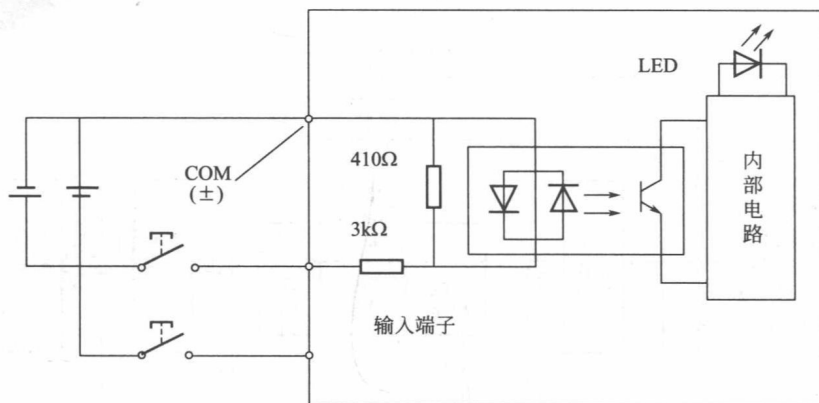
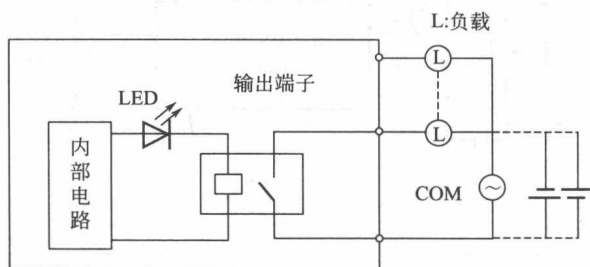

图 1-1-2 PLC 的输入接口电路 (直流输入型)
图 1-1-3 继电器输出型
(1) CPU
- ① 诊断 PLC 电源、内部电路的工作状态及编制程序中的语法错误。
- ② 采集现场的状态或数据，并送入 PLC 的寄存器中。
- ③ 逐条读取指令，完成各种运算和操作。
- ④ 将处理结果送至输出端。
- ⑤ 响应各种外部设备的工作请求。
(2) 存储器
① 系统程序存储器：用以存放系统管理程序、监控程序及系统内部数据。PLC 出厂前已将其固化在只读存储器 ROM 或 PROM 中，用户不能更改。
② 用户存储器：包括用户程序存储区及工作数据存储区。这类存储器一般由低功耗的 CMOS-RAM 构成，其中的存储内容可读出并更改。
(3) 输入输出接口电路
① 输入接口电路：采用光电耦合电路，将限位开关、手动开关、编码器等现场输入设备的控制信号转换成 CPU 所能接受和处理的数字信号。如图 1-1-2 所示。
② 输出接口电路：采用光电耦合电路，将 CPU 处理过的信号转换成现场需要的强电信号输出，以驱动接触器、电磁阀等外部设备的通断电。有三种类型：
a. 继电器输出型：为有触点输出方式，用于接通或断开开关频率较低的直流负载或交流负载回路。如图 1-1-3 所示。